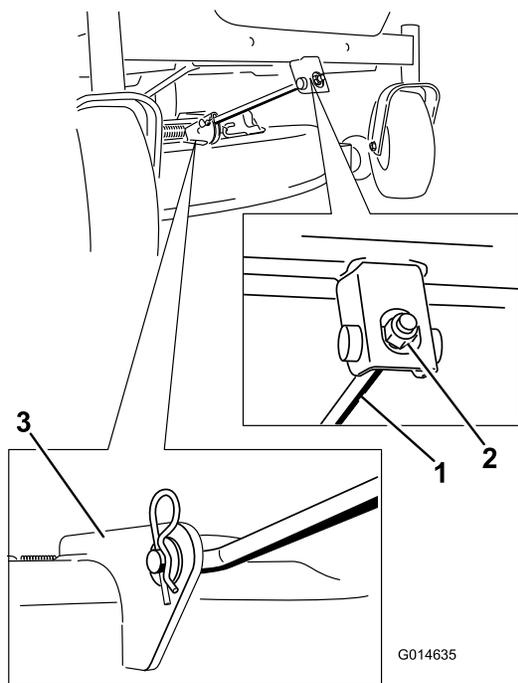

Figure 56
4. Retirez la goupille fendue de la tige de support avant et déposez la tige du support de tablier (Figure 56).
- Fixez la tige de support avant au tablier de coupe à l'aide de l'axe de chape et de la goupille fendue (Figure 56).